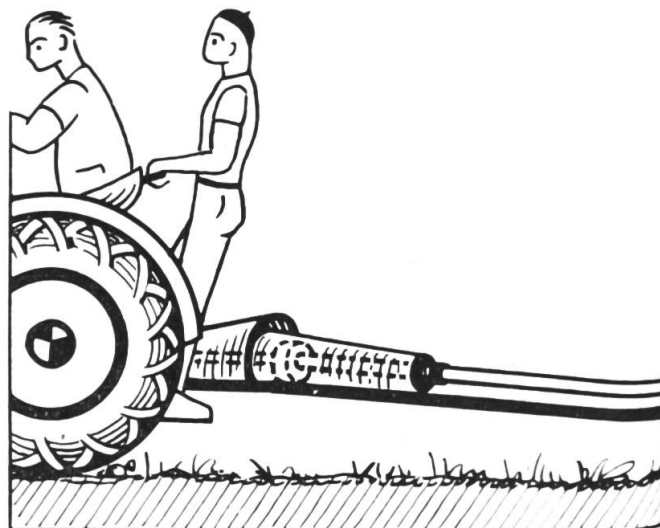

Fig. 4: protection de la prise de mouvement. On peut voir aussi le rebord latéral du marche-pied.
- rebords latéraux au marche-pied du tracteur et poignée fixée au siège et aux pare-boue (Fig. 4);